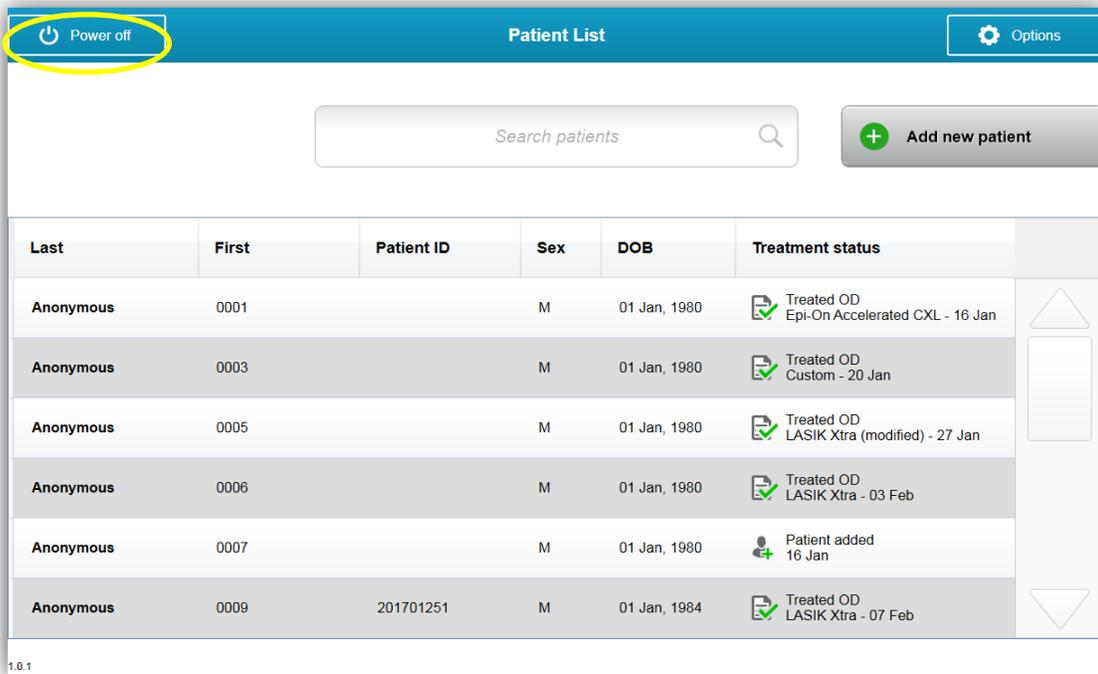

Figura 3-48. Seleção 'desligar'
- Selecione 'desligar' na tela inicial 'lista de pacientes', conforme mostrado na Figura 3-48.